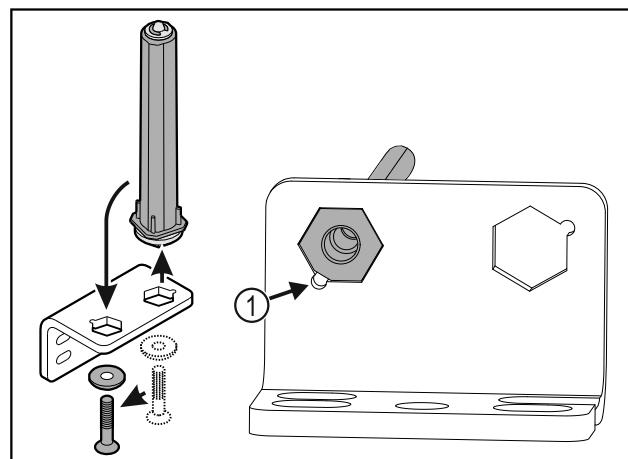

Fig. 33
- Βεβαιωθείτε ότι κατά την τοποθέτηση η λοξοτομή του πείρου είναι στραμμένη Fig. 33 (1) προς τη στρογγυλή οπή.